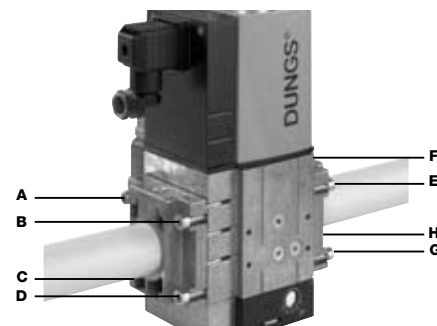

Рис. 15
2. установить устройство MBC....SE и уделить особое внимание прокладкам O-Ring (Рис. 15)